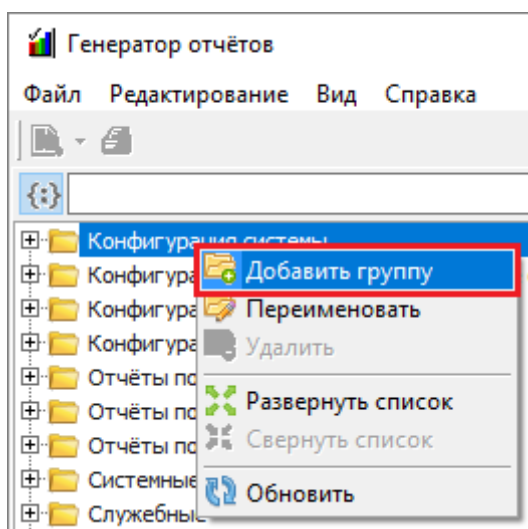

Рисунок 10-281 Добавление новой группы отчетов через контекстное меню списка отчетов
- выберите в контекстном меню списка отчетов (см. п. 10.5.3.2.2) пункт « Добавить группу» (см. Рисунок 10-281),